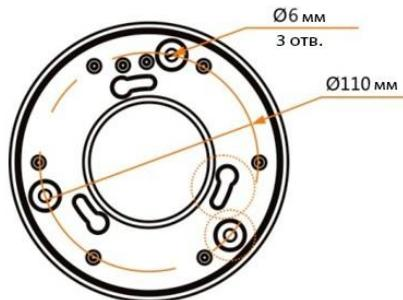

Рис. 10- Монтажные отверстия
1.Извлеките из упаковки монтажную площадку и закрепите ее на месте установки подходящими по размеру винтами (см. рис. 10).
Для включения/выключения заморозки кадра вызовите предустановку 28. Эта функция позволяет не отвлекать оператора от перехода между предустановками (точки А-В на рис. 10), а показывать только конечные точки остановки камеры. В результате на экране оператора отображаются только конкретные места, подлежащие охране, как например, трап левого борта, трап правого борта, носовая и кормовая оконечность судна, т.е. производится имитация переключения между стационарными камерами.